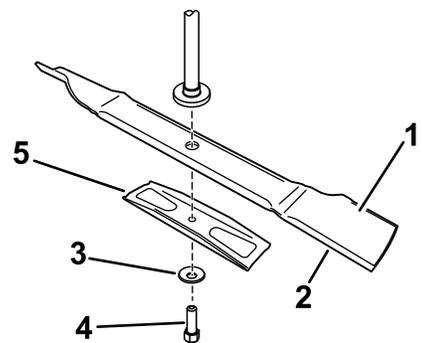

Figura 46
Segure na extremidade da lâmina, utilizando um trapo ou uma luva grossa. Retire a cavilha da lâmina (rodando-a no sentido contrário ao dos ponteiros do relógio), a anilha curva, esticador de lâmina e lâmina do eixo (Figura 46).
1. Instale a lâmina no veio (Figura 46).
2. instale um esticador de lâmina, a anilha curva (lado oval virado para a lâmina) e o parafuso da lâmina (rodando-o no sentido dos ponteiros do relógio) (Figura 46).